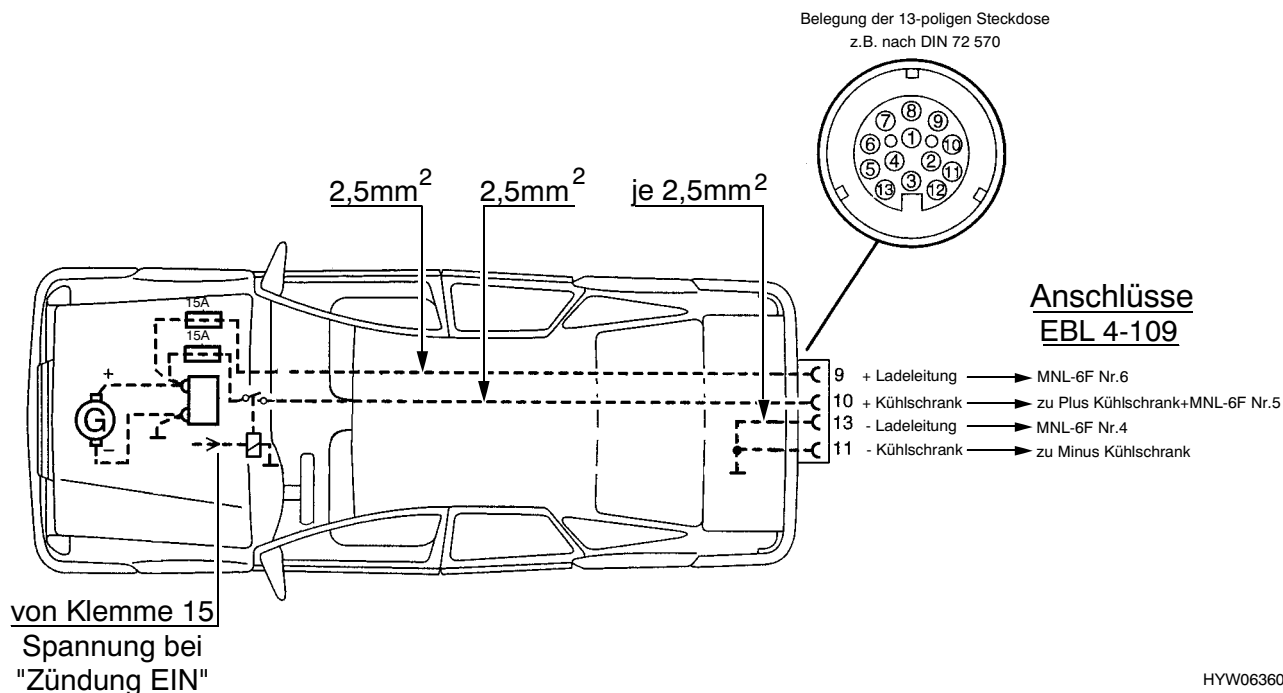

Bild 56 Zugwagen-Installationsplan (Autark-Paket)
- ▷ Das Zugfahrzeug muss mit den entsprechenden Kabelquerschnitten nachgerüstet werden (siehe Bild 56).